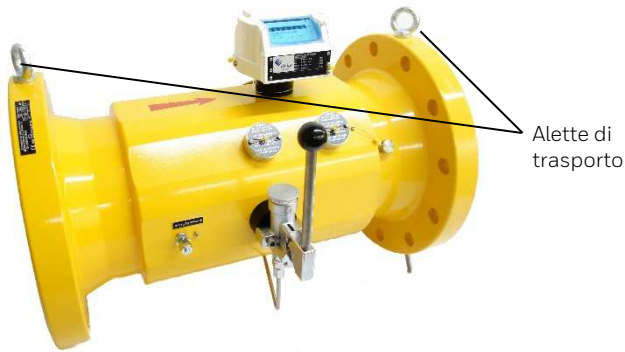

Fig. 5 | Alette di trasporto
*Con apparecchi di misurazione utilizzare sempre per il sollevamento le alette di trasporto fornite (vedi fig. 5).*